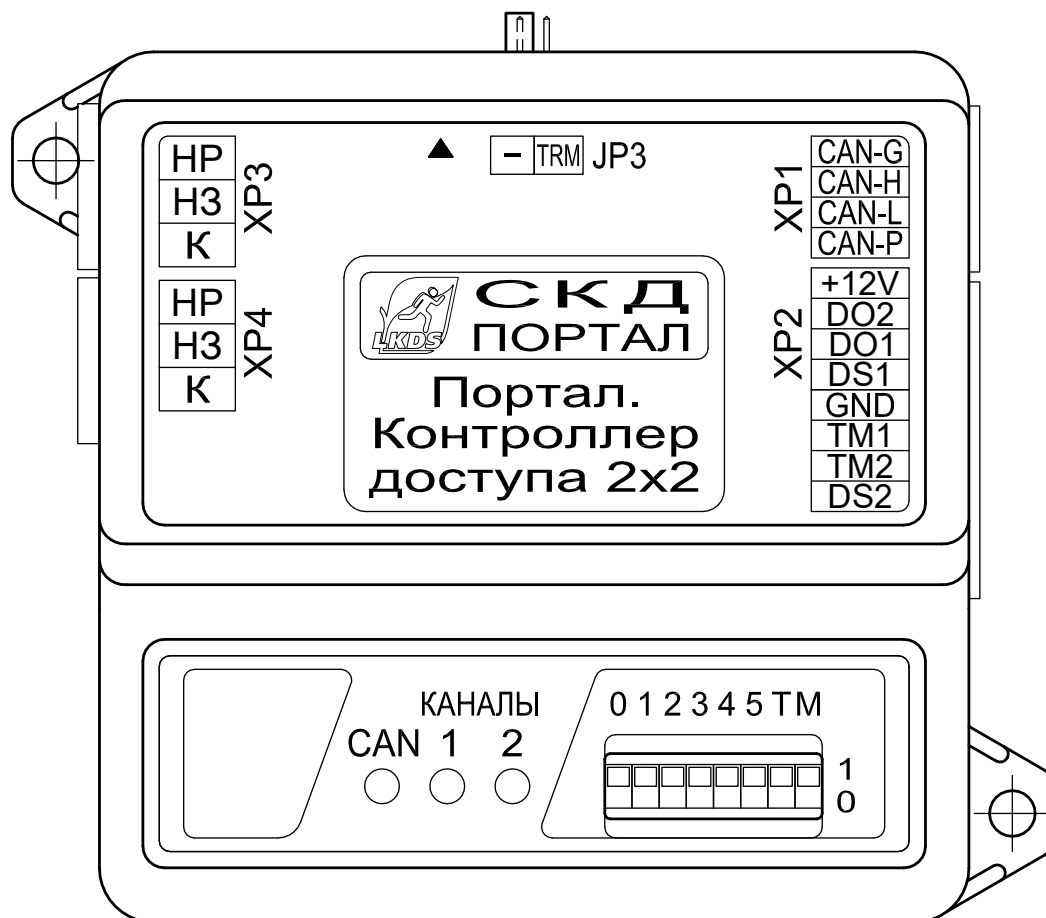

Рис. 1. Внешний вид ПКД-2х2.
1.6.2. Конструктивно ПКД-2х2 выполнен в пластмассовом корпусе (см. рис. 1) на основании которого расположены: